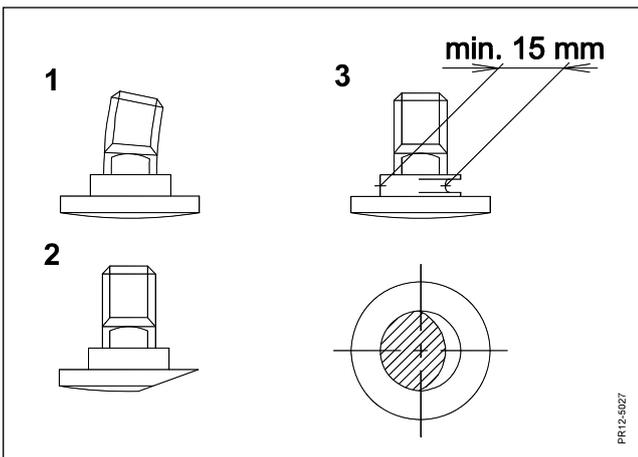

Fig. 5-13
- Fig. 5-13 Les boulons de couteaux doivent être remplacés si: